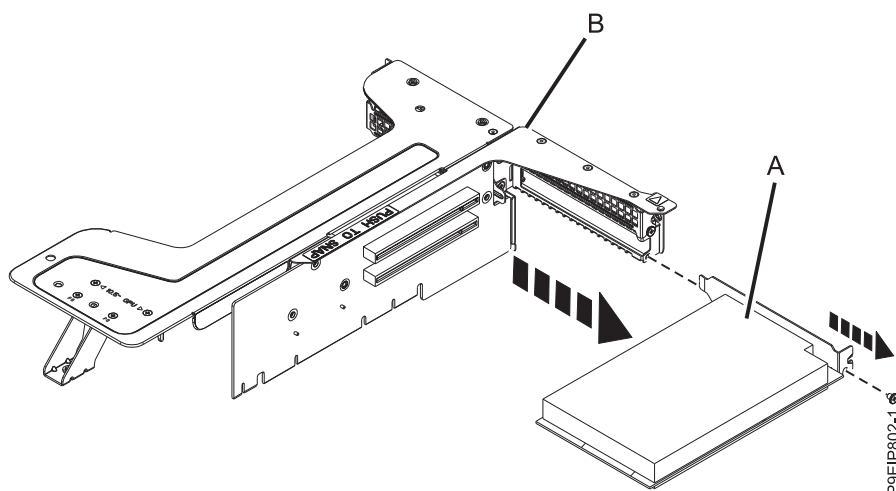

Figura 45. Removendo um adaptador na posição 1 do riser
- Retraia o pino de retenção (A) de modo que a seta aponte para o sistema. Se o sistema tiver um parafuso perto da parte frontal do riser que prende o riser ao painel traseiro do sistema, remova esse parafuso.
- Desconecte um adaptador (A) do riser do adaptador PCIe (B) conforme mostrado na Figura 45.